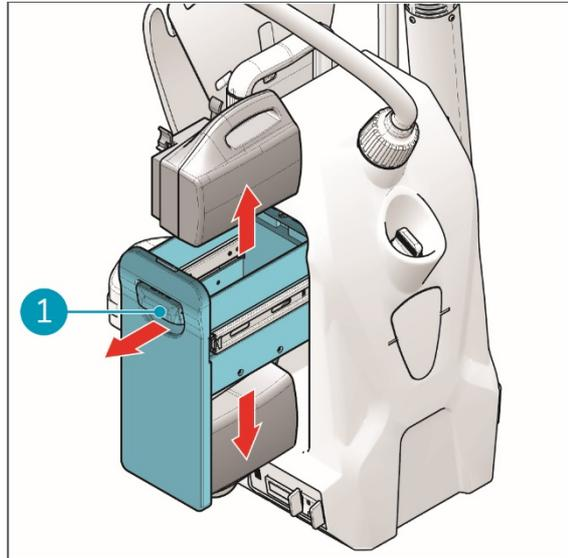

Figura 23
1. Abra o suporte da bateria (figura 23, posição 1) na lateral do i-gum®.
2. Remova os conjuntos de baterias das ranhuras superior e inferior das baterias (figura 23, posição 1).
3. Feche o suporte da bateria (figura 23, posição 1).